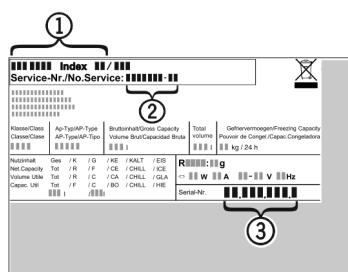

Fig. 7
- Z typového štítku odčítajte označenie zariadenia Fig. 7 (1), servisné č. Fig. 7 (2) a sériové č. Fig. 7 (3). Typový štítok je na ľavej vnútornej strane zariadenia.
- Upovedomte zákaznícky servis a oznámite chybu, označenie zariadenia Fig. 7 (1), servisné č. Fig. 7 (2) a sériové č. Fig. 7 (3).